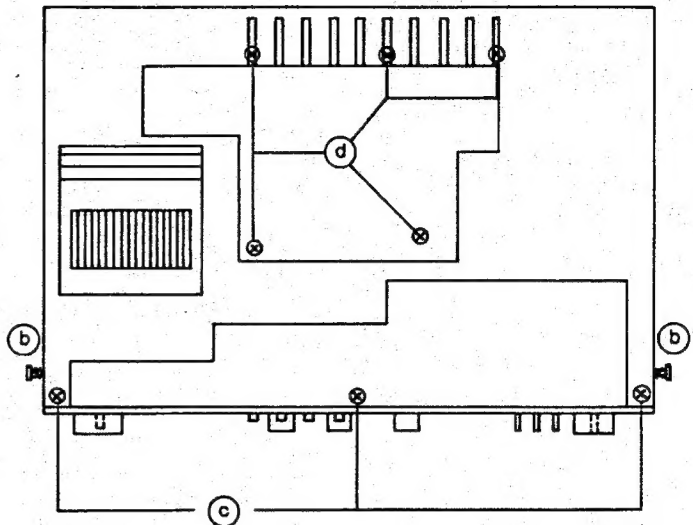

Abb. 2
1. Zwei Schrauben (b) an den Seiten lösen. (Abb. 2).
1. Sechs Schrauben (c) (je drei an der Ober- und Unterseite der Blende) herausdrehen (Abb. 2).
Fünf Schrauben (d) herausdrehen (Abb. 2).